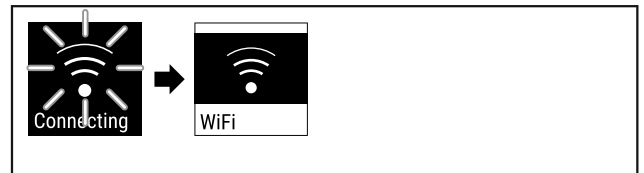

Fig. 76
- ▶ Ryšys užmezgamas (žr. Fig. 76).